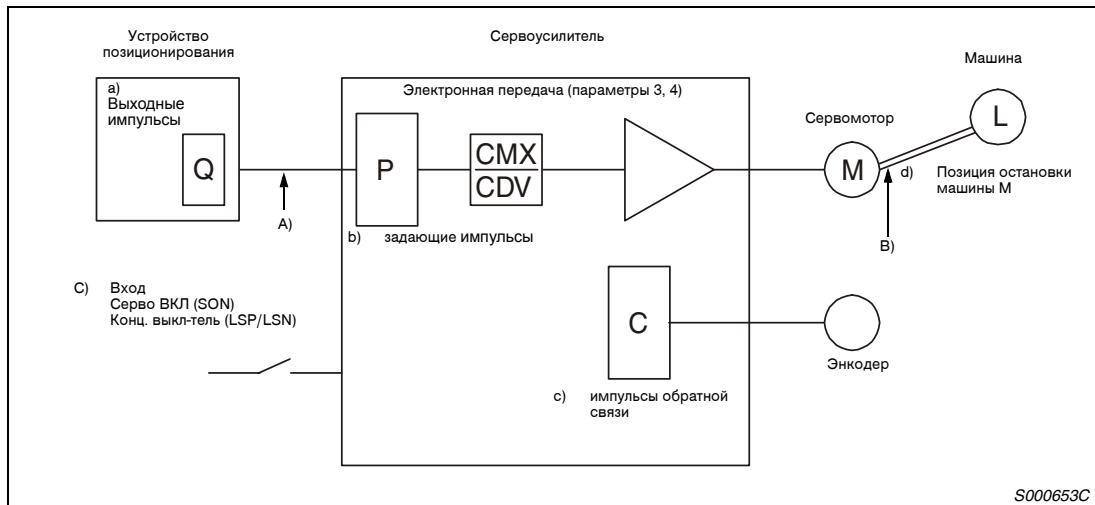

Рис.10-1: Обзорная схема
- ошибки позиционирования, смотри рис. 10-1.